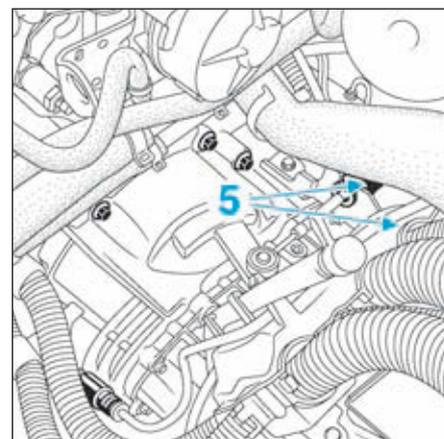

FIG.55
- Déposer les arrêts de gaine (5) des câbles de commande en tirant sur les bagues blanches (Fig.55).